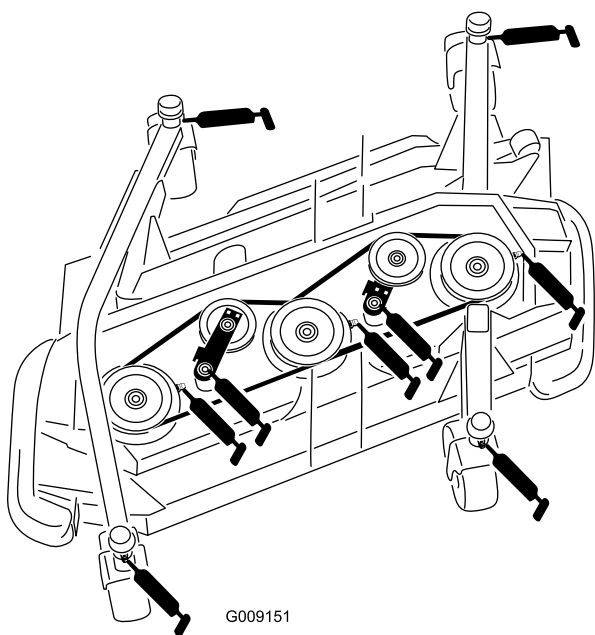

Figure 91
- 4 bague d'axe de chape de roue pivotante (Figure 91)
- 3 paliers d'axes de pivot (sur le logement d'axe), comme montré à la Figure 91
- 2 bagues de pivot de bras de tension (sur l'axe de pivot de poulie de tension), comme montré à la Figure 91